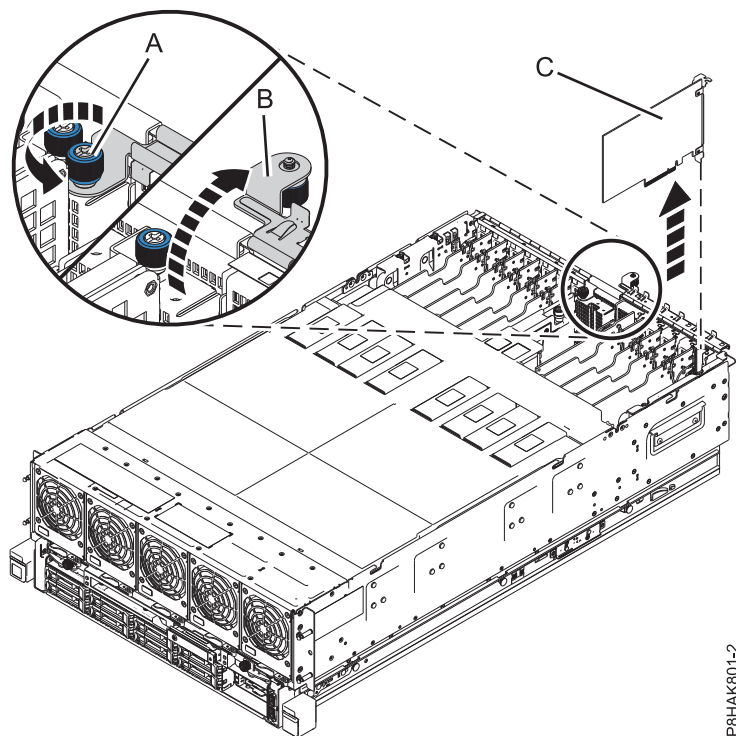

図 21. 8408-44E または 8408-E8E システムからの PCIe アダプターの取り外し
- a. 入出力保持ブラケットの拘束つまみねじを、完全に緩むまで回します。36 ページの図 21 の (A) を参照してください。
- b. 入出力保持ブラケットを、上方にシステムから離す方向に回転させて、開きます。36 ページの図 21 の (B) を参照してください。
- c. アダプター (C) の上端またはテール・ストックを慎重につかみ、36 ページの図 21 に示されているように、スロットからアダプターを取り外します。